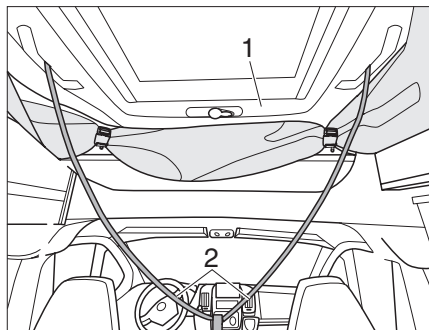

Fig. 58 Cerrar el techo elevable
El techo elevable (Fig. 58 ,1) es empujado hacia arriba por los resortes de aire comprimido.
- ▶ Sujetar el techo elevable en las correas auxiliares (Fig. 58, 2) y subir de forma controlada contra la presión de los resortes de aire comprimido.
- ▶ Tirar hacia abajo el techo elevable (Fig. 58, 1) con las correas auxiliares unidas a ambas asas (Fig. 58, 2) hasta que el techo elevable se detenga solo.